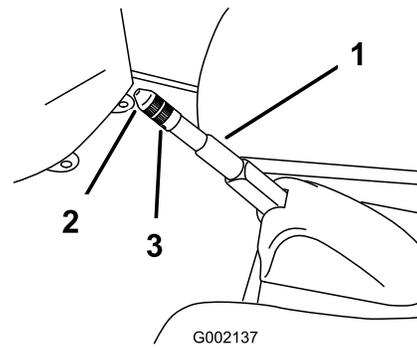

Figura 44
2. Allentate la vite a pressione che fissa la manopola alla leva del freno di stazionamento (Figura 44).